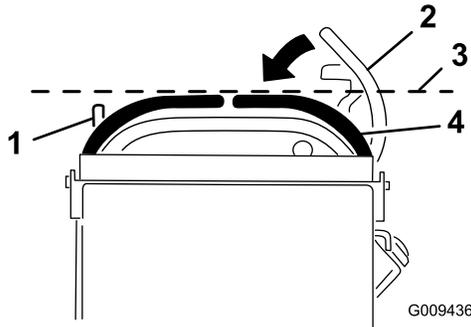

図 68
3. 右側コントロール・レバーを、ニュートラル位置から下へ押し下げる (図 68)。
4. 左側コントロール・レバーと水平にそろっているかを調べる (図 68)。